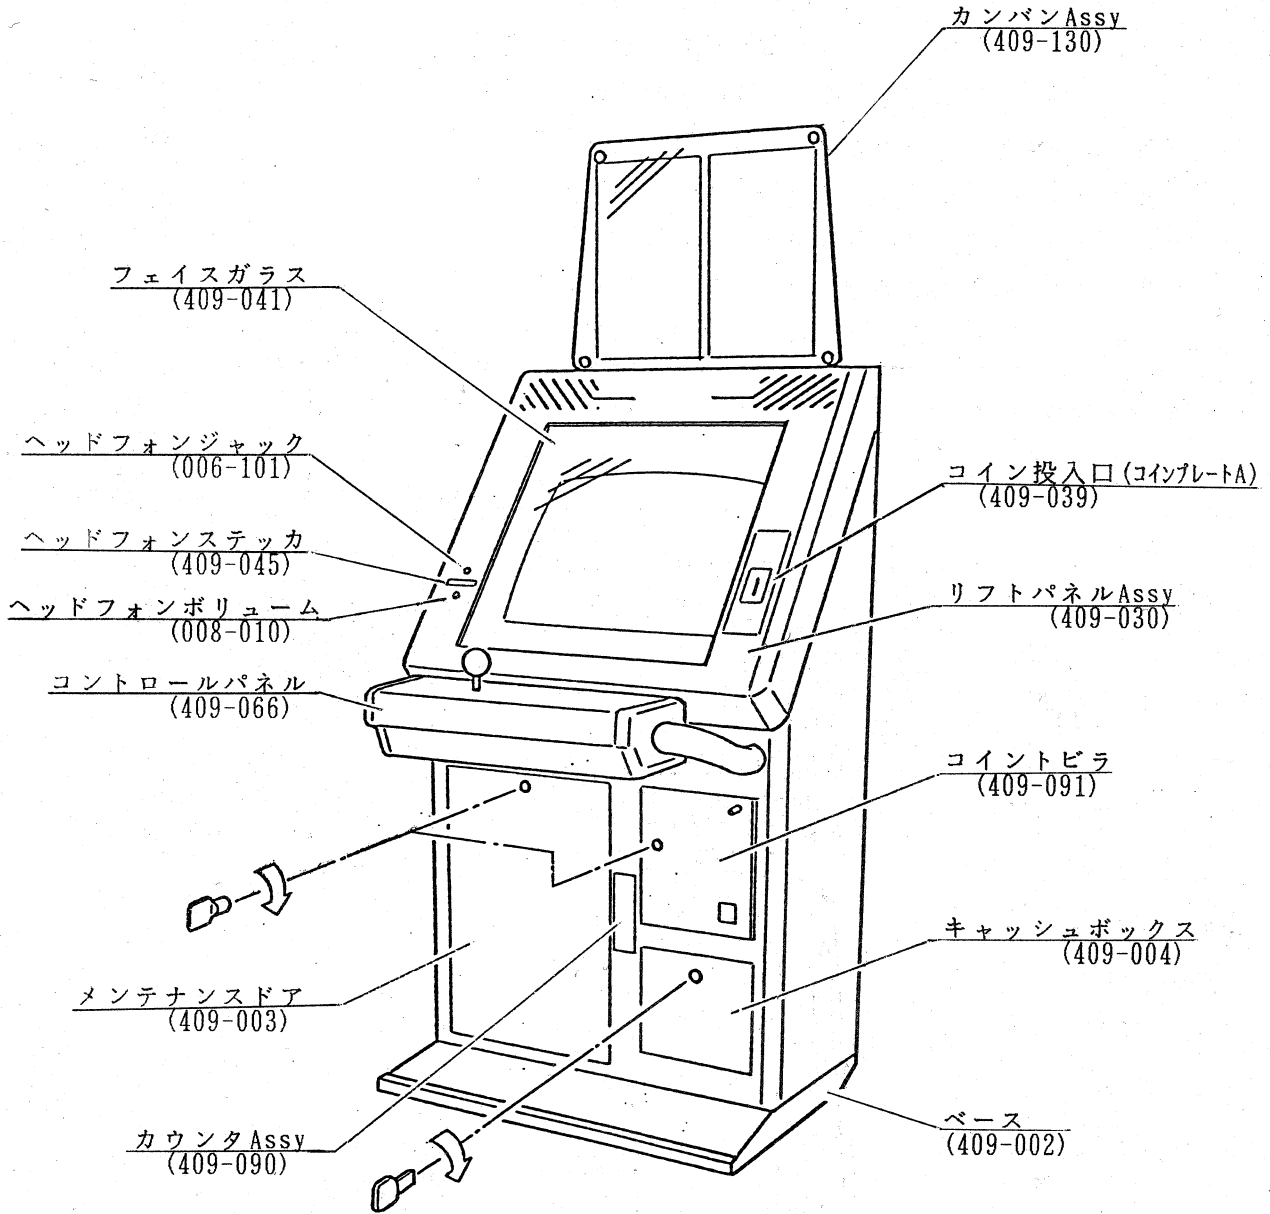

図 3-1 各部の名称
(4) ヘッドフォンボリューム (図3-1を参照してください)